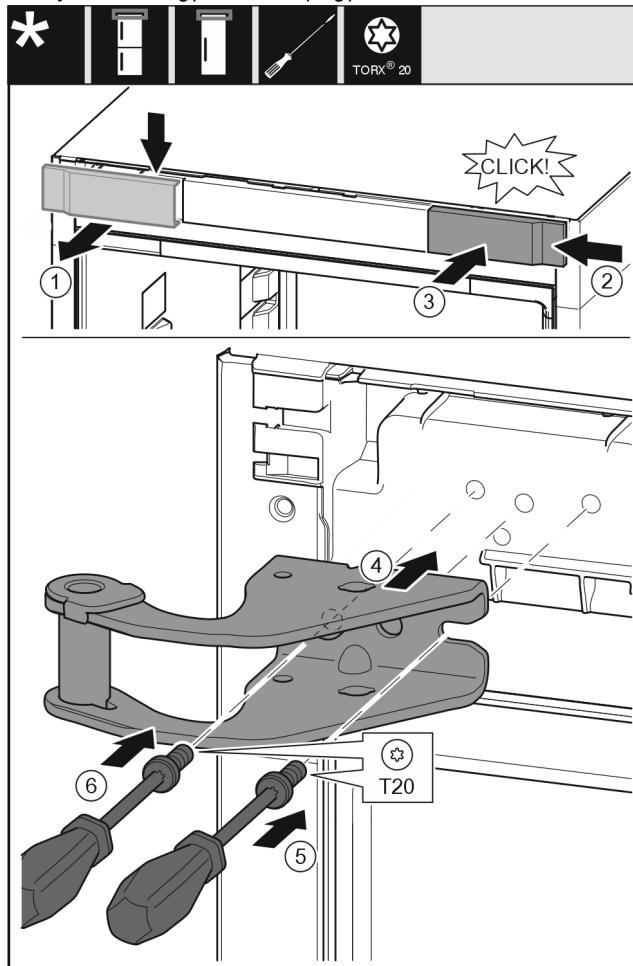

Fig. 15
- ▶ Vegye ki felülről a fedelet Fig. 15 (1) előre felé.
- ▶ Akassza be a fedelet Fig. 15 (2) 180°-kal elfordítva a másik oldalra jobb felől.
- ▶ Pattintsa be a fedelet Fig. 15 (3).
- ▶ Helyezze fel a felső csapágybakot Fig. 15 (4).
- ▶ Helyezze fel és húzza meg a csavart Fig. 15 (5) csavarhúzóval.
- ▶ Helyezze fel és húzza meg a csavart Fig. 15 (6) csavarhúzóval.